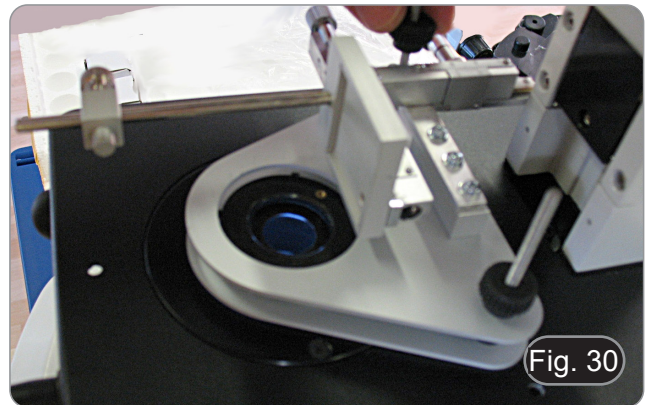

Fig. 30
2. Empilhar o suporte de translação ST-204 e fixá-lo com outro espaçador. (Fig. 30)